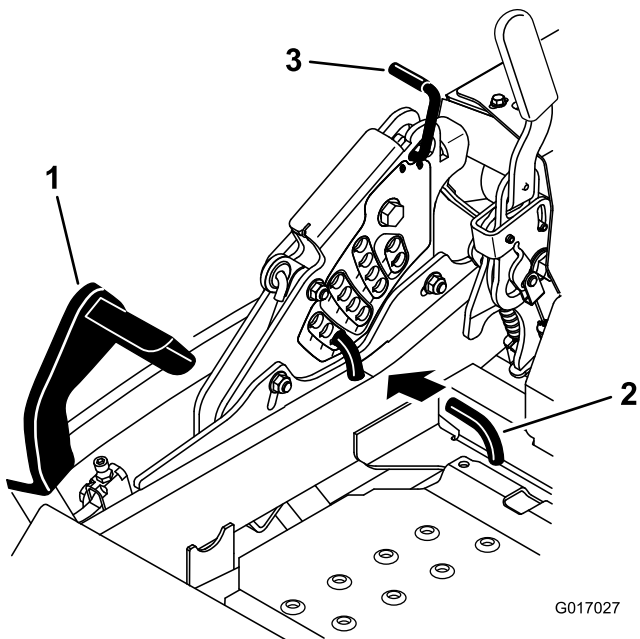

Figura 26
2. Pise el pedal de elevación de la carcasa y eleve la carcasa a la posición de transporte (que es también la posición de altura de corte de 140 mm (5-1/2 pulgadas); consulte Figura 26).
3. Para ajustar la altura de corte, gire el pasador 90 grados y retire el pasador del soporte de altura de corte (Figura 26).
4. Seleccione el taladro del soporte de altura de corte que corresponde a la altura de corte deseada, e inserte el pasador (Figura 26).